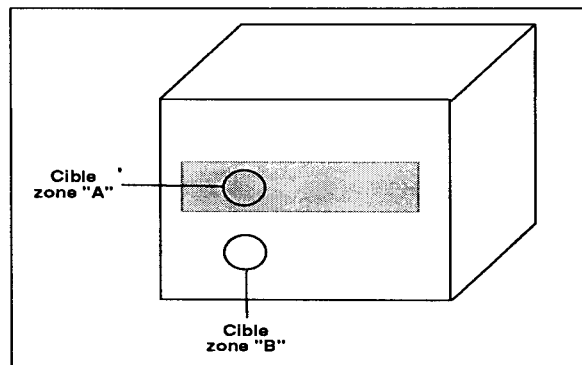

Figure C-1. Détermination de l'émissivité
3. Régler l'émissivité du thermomètre à 0,95. Utiliser le thermomètre pour mesurer et enregistrer la température du ruban de masquage (zone A sur la Figure C-1). Vérifier que l'emplacement de l'objet couvert par le ruban de masquage occupe tout le champ optique du thermomètre.
4. Pointer le thermomètre vers la zone "B" comme le montre la figure C-1. Vérifier que la zone "B" est le plus près possible de la zone "A".
2. Régler l'émissivité à 0,97 puis mesurer et noter la température de la partie peinte du matériau échantillon (zone "A" sur la figure C-1). Vérifier que la partie peinte du matériau de l'objet occupe tout le champ optique du thermomètre.
3. Pointer le thermomètre vers un autre point de la cible (zone "B" sur la figure C-1).